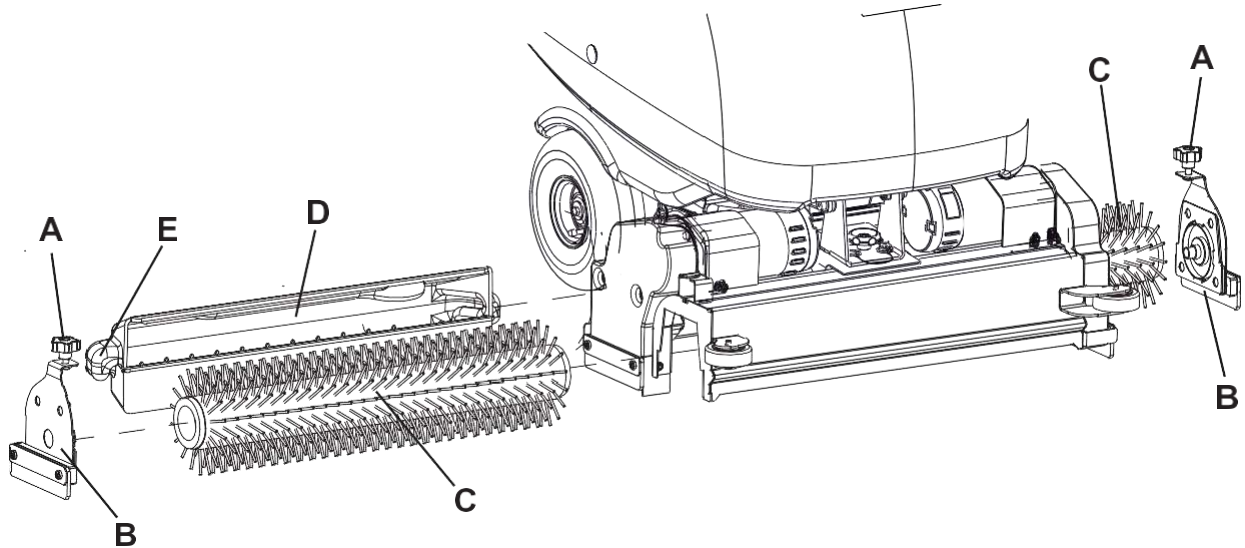

Figure 4
1. Appuyer sur le bouton (66) pour démarrer la machine.
2. Soulever le plateau porte-brosses cylindriques en appuyant sur l'interrupteur (61).
3. Maintenez appuyé l'interrupteur (66) pendant près d'une seconde pour éteindre la machine.
4. Tourner les volants (A, Fig. 4) et enlever les portillons (B) en les poussant vers le bas tout en exerçant une pression sur les volants.
5. Installer les brosses cylindriques (C).